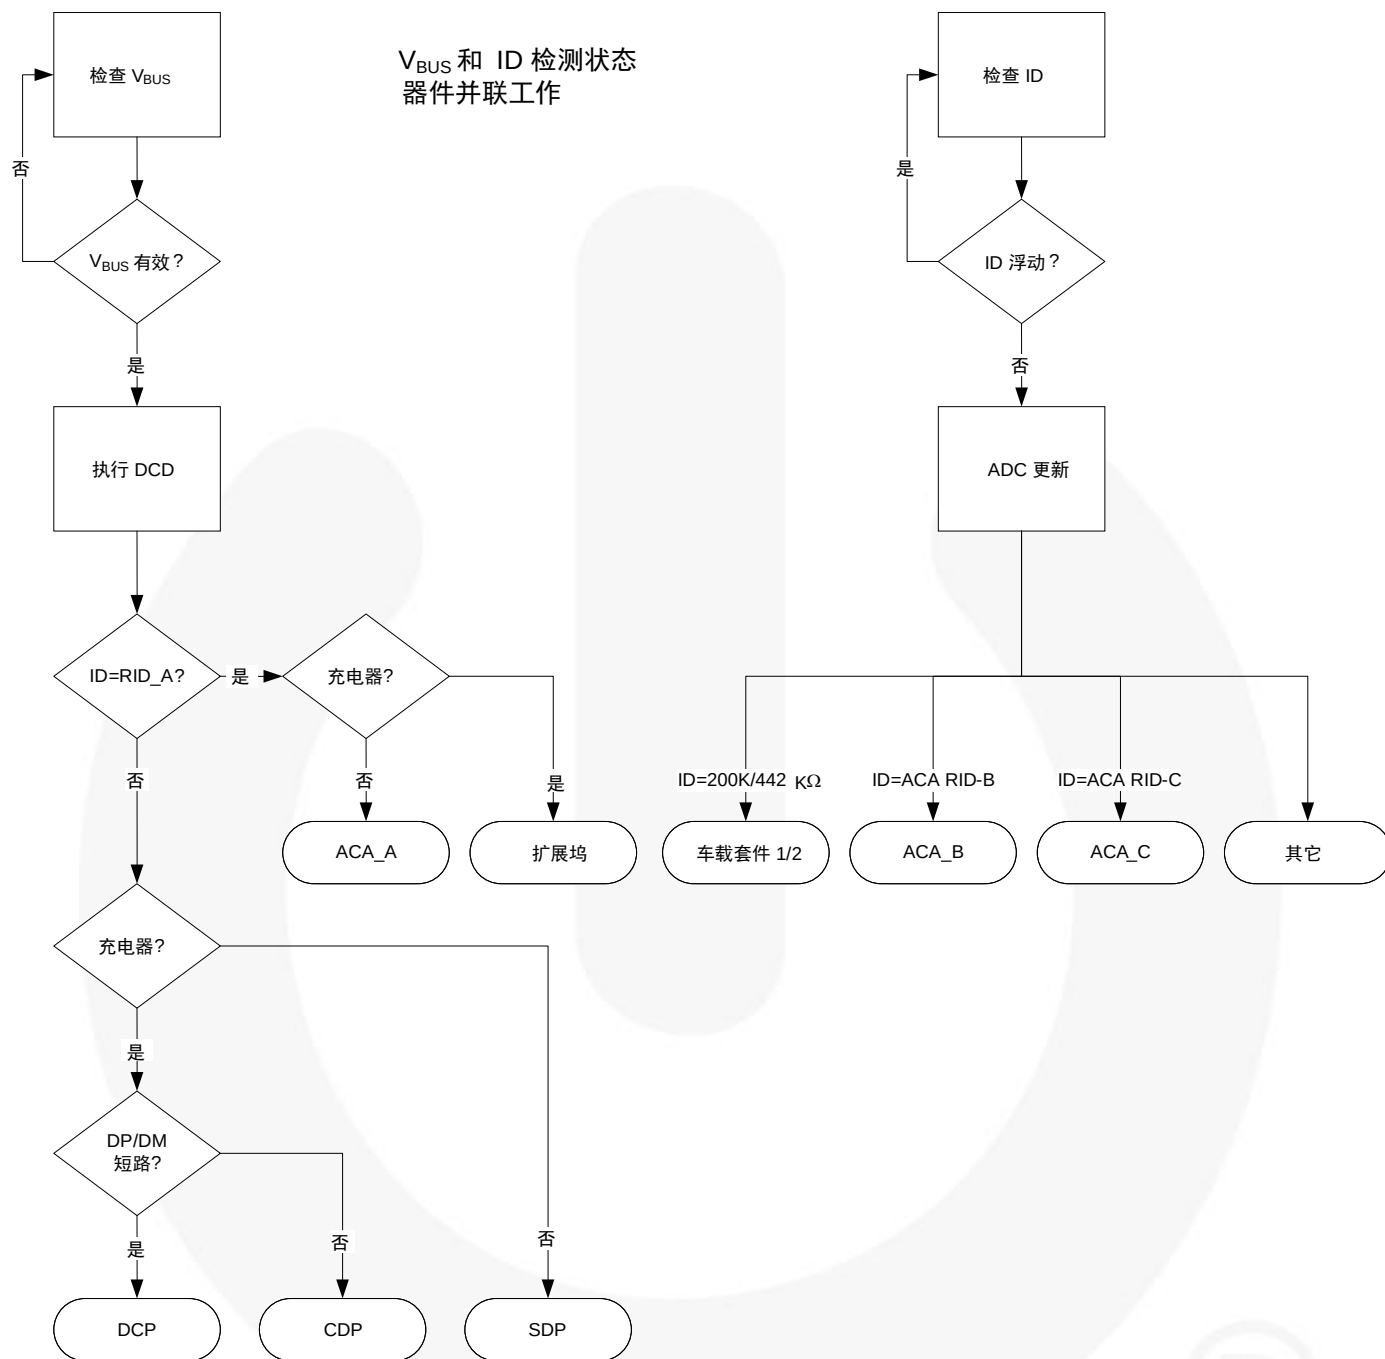

图 5. 附件状态检测器件流程图
USB 检测流程见图 5。注意, Control 寄存器中的 INTB Mask 位在复位或上电后必须清零, 之后 FSA9285A 才能发出中断信号。可通过写入中断屏蔽寄存器使能独立中断屏蔽位 (详见图表 6)。
3. 图 5 表示在有效 V_{DDIO} 电源电压下工作。图 5 不表示无电电池充电 (DBP) 详情请参见 9 部分。